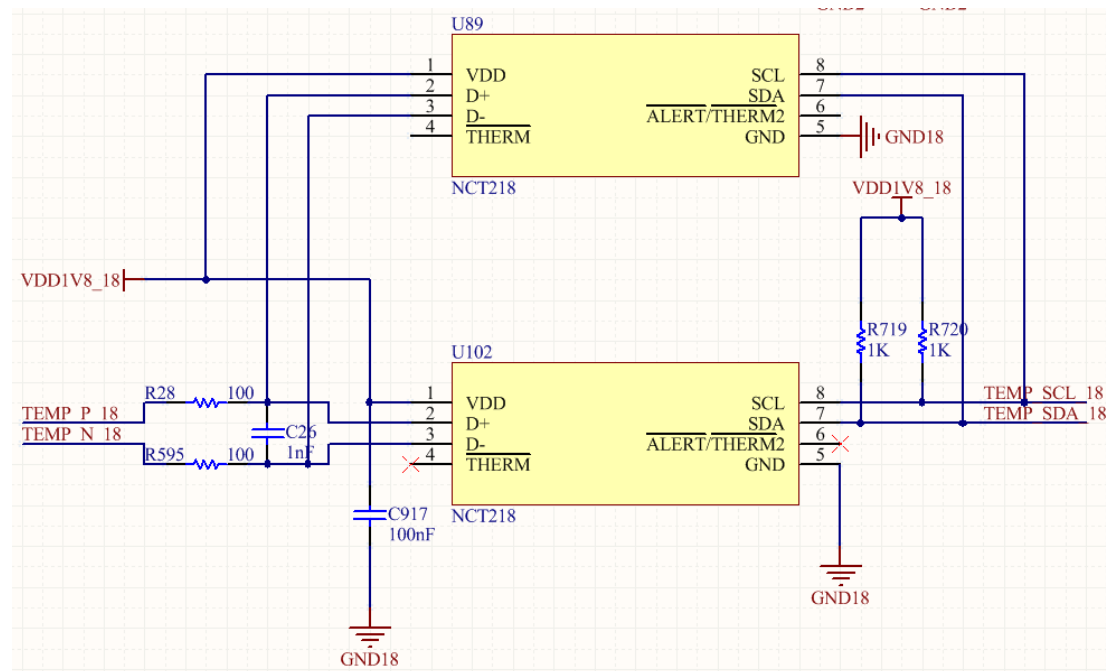

图 21、温度传感原理图
8、温度感应电路: 温感有两个, 一个是 TEMP (PCB), 这个是由传感器 IC 构成; 另一个是 TEMP (CHIP), 这个是由芯片内置的温感传感器组 (BM1387 第 15, 第 16 脚), 这两个温感参数采集后最终通过 BM1387 第 17、18 脚, 由 RI 返回至控制板的 FPGA。原理如图 21 所示: